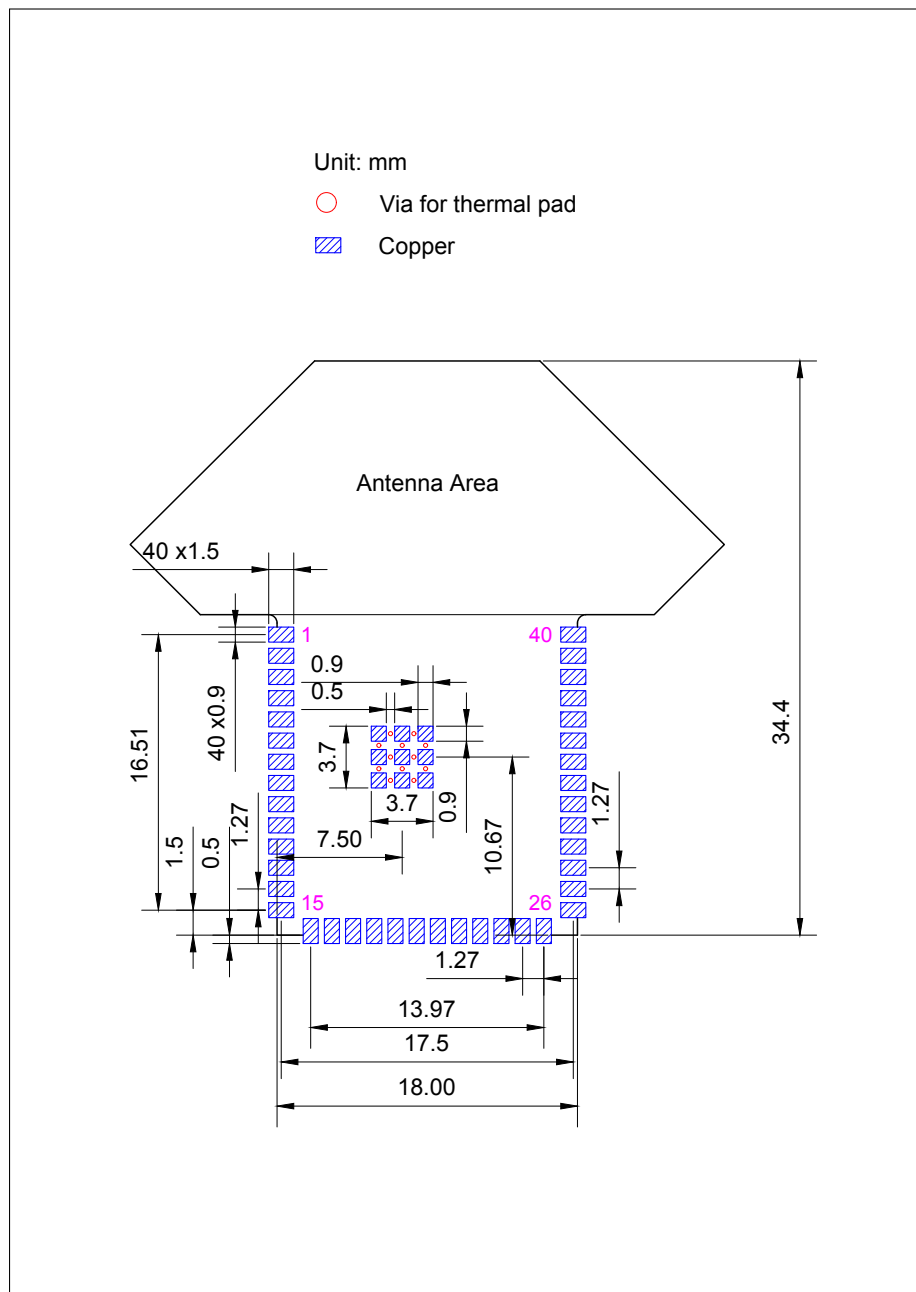

图 7: PCB 封装图形
- 推荐 PCB 封装图，标有 PCB 设计所需的全部尺寸。详见图 7 PCB 封装图形。
- 推荐 PCB 封装图的源文件，用于测量图 7 中未标注的尺寸。您可用 Autodesk Viewer 查看 ESP32-WROOM-DA 的封装图源文件。